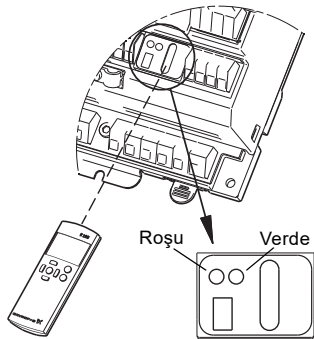

Fig. 7 R100 și indicatori luminoși
1. Îndreptați R100 spre IO 351 și apăsați [OK]. Vezi fig. 7.
Vezi fig. 7.